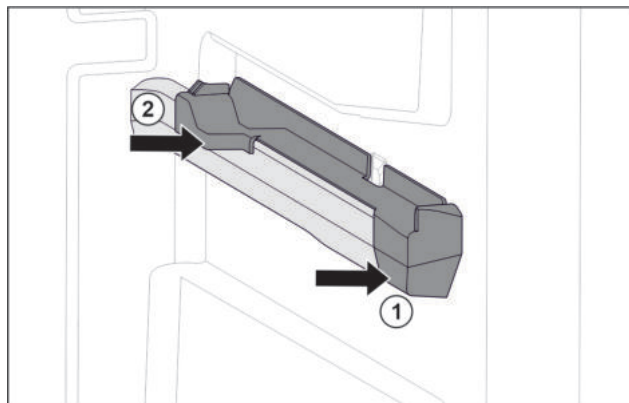

Fig. 40 Наставка върху дясното ребро на съда
- ▶ Поставете наставката отпред към реброто на съда. Fig. 40 (1)
- ▶ Притиснете наставката отзад. Fig. 40 (2)